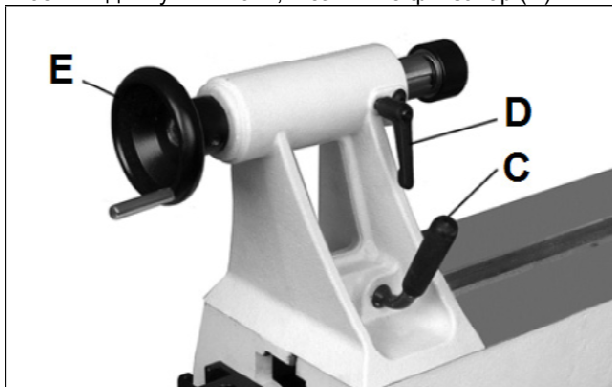

Рис. 29
Поворачивайте маховик (Е, Рис. 29) по часовой стрелке, чтобы выдвинуть пиноль, и зажмите фиксатор (D).